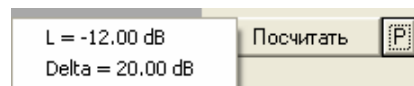

Рисунок 19
- Выбрать вкладку «Обработка». Нажать кнопку «P» (Рис. 19) и ввести значение начала линейного участка  $L = 10-15$  дБ, а значение глубины линейного участка  $\Delta = 20$  дБ.